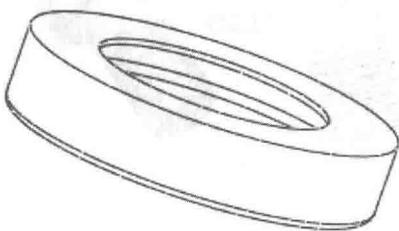
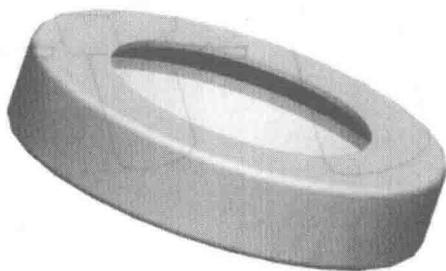

图 1-14
图 1-15
(4) 单击  按钮，预览建立的圆角特征，如图1-14所示。
(5) 方法同上，对另一条端面边线倒圆角，圆角半径也为5。
(6) 单击  按钮，完成圆角特征的建立，结果如图1-15所示。